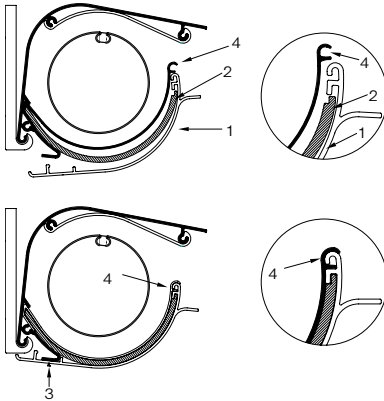

Abb. 29: Montage des Blendenunterteils
- » Schrauben Sie das Unterteil der Kupplungskappe wieder an (5 – Abb. 29).